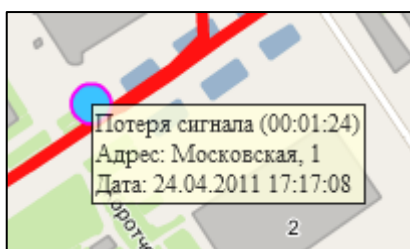

Рисунок 38 – Обозначение потери сигнала в графическом отчете
- «**Потеря сигнала**» — обозначается голубой точкой с розовым контуром (Рисунок 38);